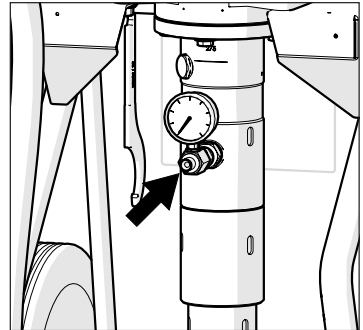

Fig. 25 : Raccord pour le tuyau de matériau
2. Raccorder le tuyau de matériau à la sortie de matériau du nettoyeur haute pression (Fig. 25).